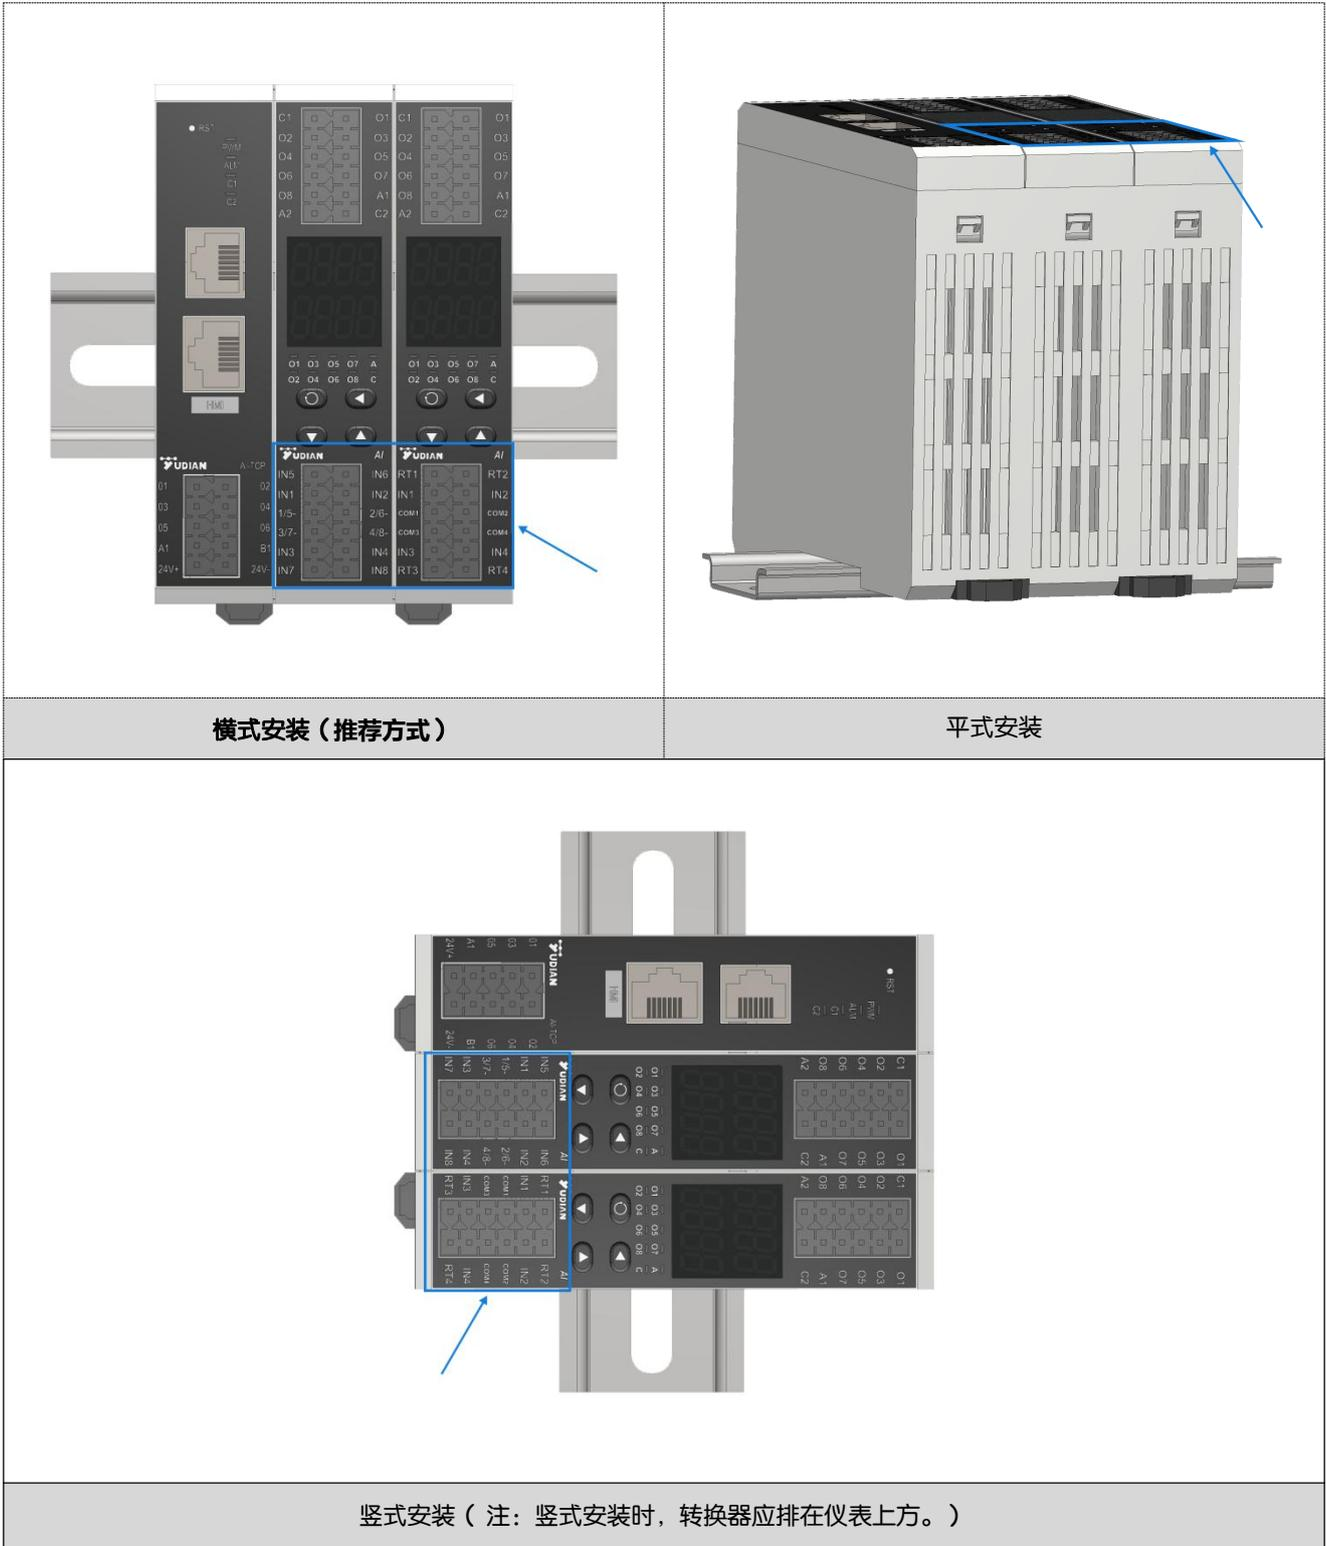

图 1
- (1) 请将模块安装到 35mmDIN 导轨上。
- (2) 仪表附近若有其他发热设备如调功器、固态继电器，应排布在仪表上方或离输入端较远的一侧；如上图所示的几种安装方式，输入端在箭头指示位置，请尽量远离热源，保证散热（图 1）。